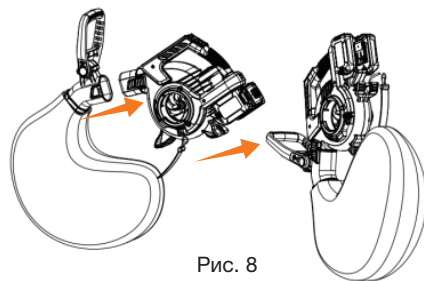

Рис. 8
2. Установите мешок защелкнув его в выходной части воздухоудовки (Рис. 8).